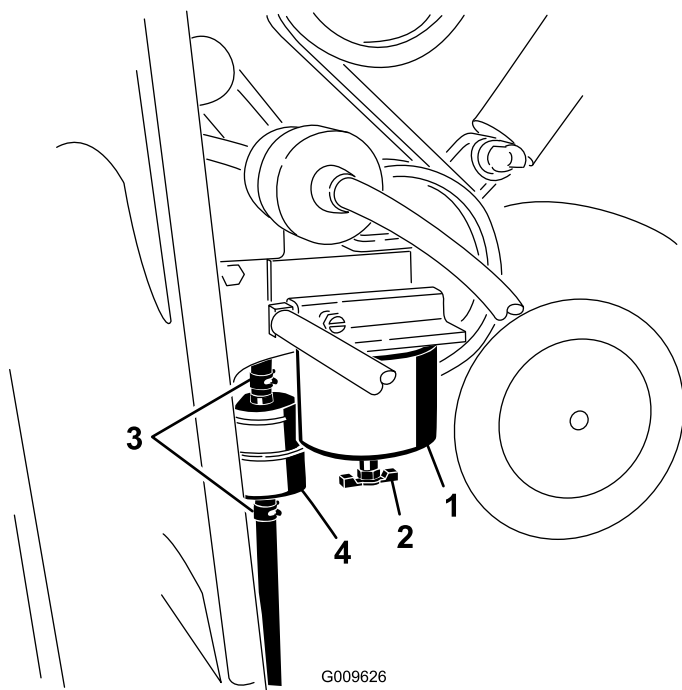

Bild 37
1. Ermitteln Sie den Kraftstofffilter an der rechten Seite des Motors (Bild 37) und stellen Sie einen sauberen Behälter unter den Filter.
7. Öffnen Sie die Klemmen an jedem Ende des Inlinefilters und schieben Sie die Schläuche herunter (Bild 37). Werfen Sie den Filter weg.
8. Schieben Sie die Schläuche auf das Ende des neuen Filters (Bild 37), stellen Sie sicher, dass der Pfeil am Filter in dieselbe Richtung wie am alten Filter zeigt.
1. Ermitteln Sie die Kraftstofffilter an der rechten Seite des Motors (Bild 37) und stellen Sie einen sauberen Behälter unter den Filter.
2. Reinigen Sie den Anbaubereich der Filterglocke (Bild 37).
3. Entfernen Sie die Filterglocke und reinigen die Kontaktfläche (Bild 37).
5. Drehen Sie die Filterglocke per Hand, bis die Dichtung die Kontaktfläche berührt. Ziehen Sie sie dann um eine weitere 1/2 Umdrehung fester (Bild 37).
6. Ermitteln Sie den Inlinefilter hinter der Kraftstofffilterglocke (Bild 37) und achten Sie auf die Richtung des Flusspfeils an der Seite des Inlinefilters.